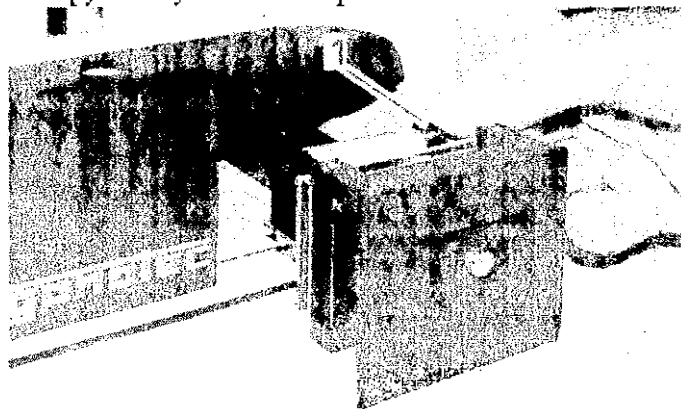

Рис. 95: Вращение винта с накатанной головкой
3. Повернуть винт с накатанной головкой (рис. 95/1) против часовой стрелки.
6. Установить винт с накатанной головкой на место (рис. 95/1) и затянуть, повернув его по часовой стрелке.